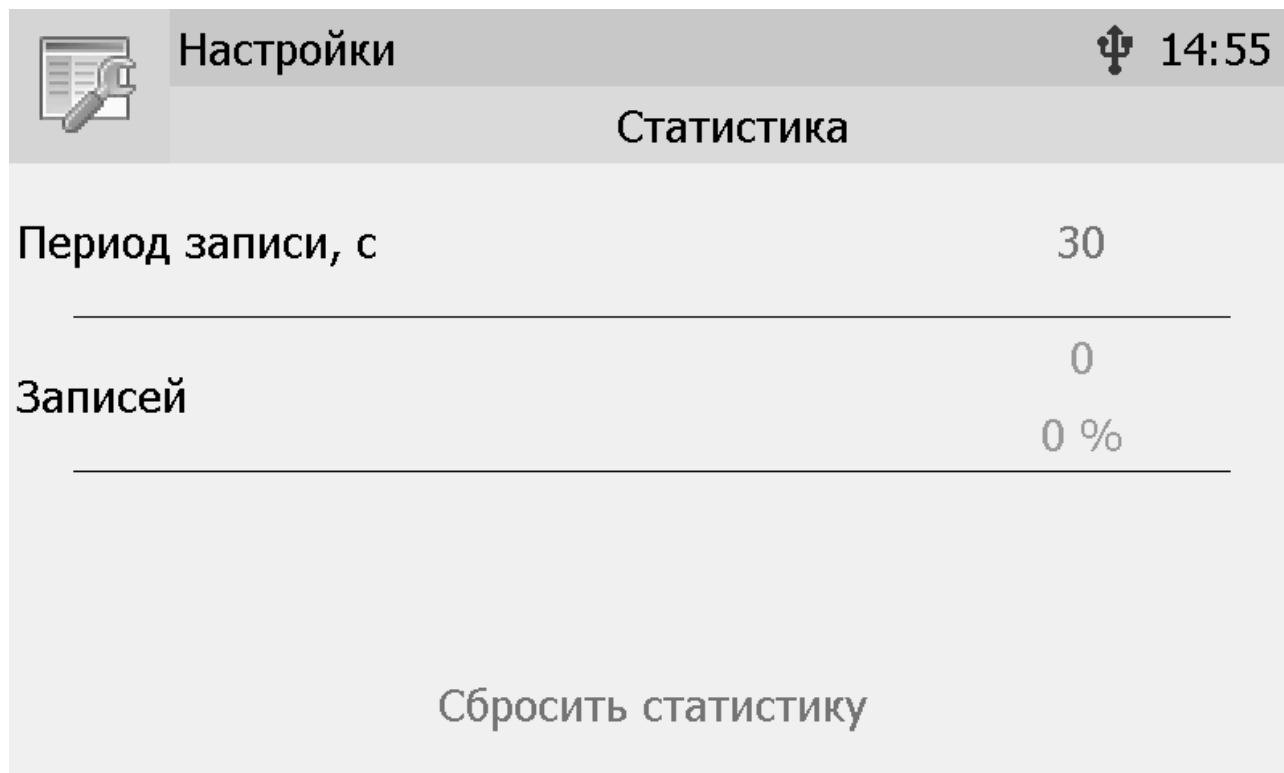

Рисунок 5.5 Меню «Статистика»
- 4.6 При включении газоанализатора осуществляется самотестирование газоанализатора в течение 5 секунд. При наличии внутренних неисправностей газоанализатор на индикаторе сигнализирует номер неисправности. После успешного тестирования и завершения загрузки на дисплее отображаются поля для отображения измерений и их параметров. Расшифровка неисправностей тестирования и других ошибок в работе газоанализатора отображается в меню выбора порогов, рисунок 5.5.